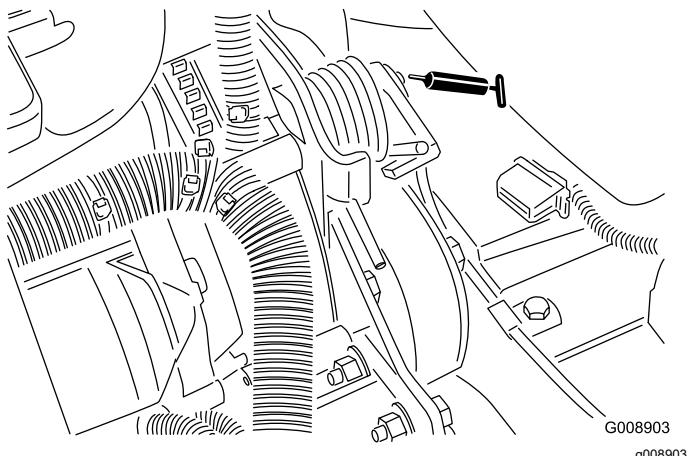

Figura 47
- Perno di tensionamento della cinghia (Figura 47)